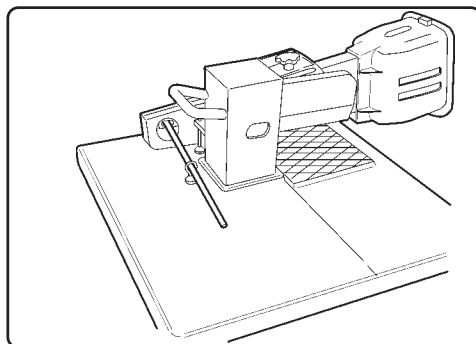

Fig. 12
- Inserire il bilanciante nell'occhiello del piano di lavoro e nell'asola interna alla leva appena montata (Fig.12).